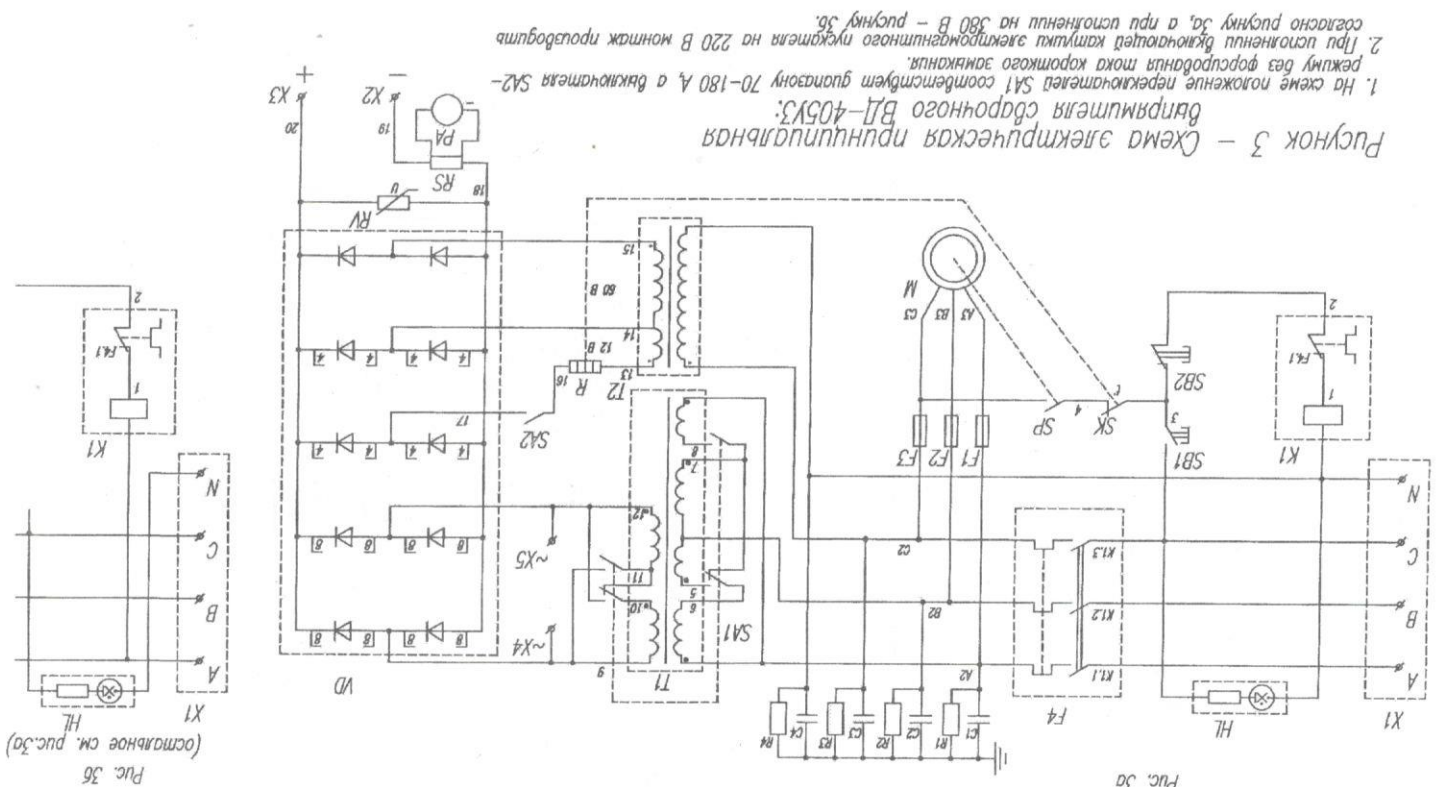

Рисунок 3 - Схема электрическая принципиальная выпрямителя сварочного ВД-405УЗ.
- 7 Для охлаждения силового выпрямительного блока VD и обмоток трансформаторов служит электровентилятор М (схема рис.3). Его нормальная работа контролируется ветровым реле SP, размыкающим цепь катушки пускателя K1 при остановке вентилятора. Поэтому при включении выпрямителя, кнопку «Пуск» следует удерживать в течение нескольких секунд до полной раскрутки вентилятора и блокирования кнопки «Пуск» контактами SP.